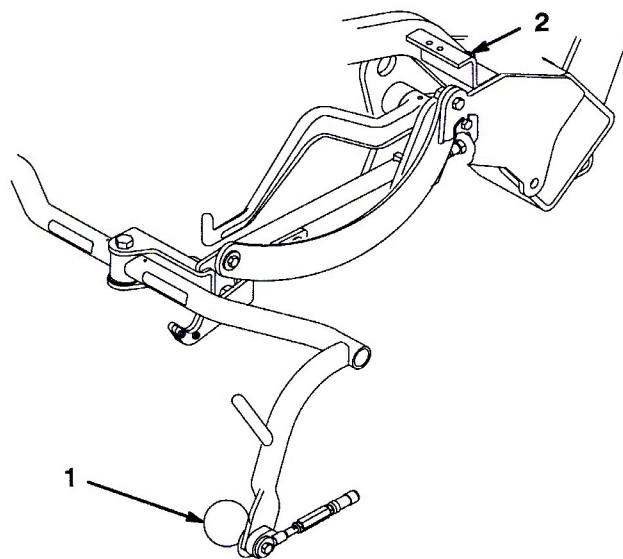

図 10
3. 調整が必要な場合には、キャリア・フレームのストップねじ (図10) についているジャムナットをゆるめ、ストップねじの高さを変えてキャリア・フレームの高さを調整する。調整ができればジャムナットを締めて調整を固定する。